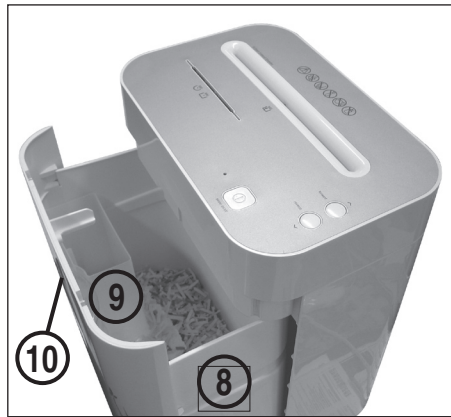

Abb. 3
- 8 = Auffangbehälter Papier (Abb. 3)**
- 9 = Auffangschale CD/DVD/FD (Abb. 3)**
- 10 = Kontrollfenster zur Füllstandsanzeige (Abb. 3)**
ENTLEEREN DES AUFFANGBEHÄLTERS (Abb. 3):
Wird das Schnittgut im Kontrollfenster zur Füllstandsanzeige (10) (Abb. 3) sichtbar muß der Auffangbehälter entleert werden.